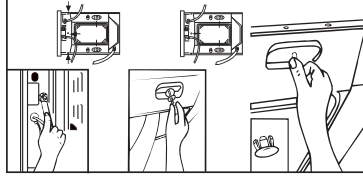

Figura 2
- Desmonte los tornillos de embalaje según Figura 2. Los tornillos de embalaje sirven para apretar los componentes antivibrantes dentro de la lavadora durante el transporte. Antes del uso: